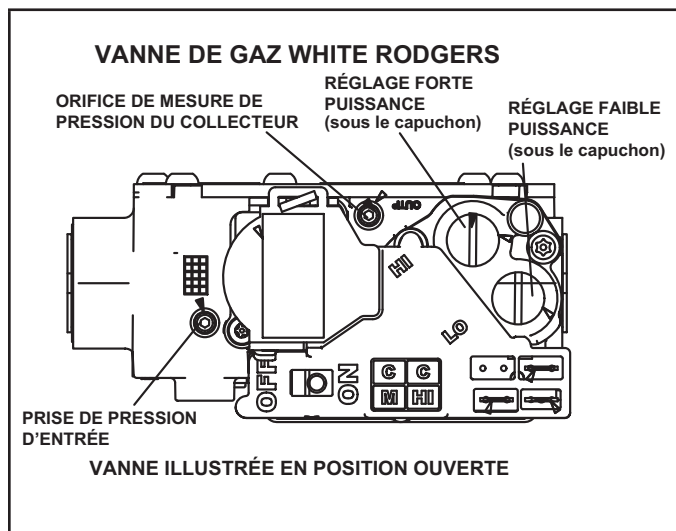

FIGURE 57
Fonctionnement de la vanne de gaz (FIGURE 57)
- 6 - Mettez l'interrupteur de la vanne de gaz sur **OFF/FERMÉE**. Reportez-vous à la FIGURE 57.
- 8 - Mettez le contacteur de la vanne de gaz sur **ON/OUVERTE**. Reportez-vous à la FIGURE 57.
Une connexion située sur la vanne de gaz permet d'accéder à la pression d'alimentation. Reportez-vous à la FIGURE 57. Dévissez la vis à tête hexagonale de 3/32 d'un tour, branchez un tube de 5/16 po et branchez un manomètre pour mesurer la pression d'alimentation. Reportez-vous au TABLEAU 27 pour la pression de la conduite d'alimentation.
Une connexion située sur la vanne de gaz permet d'accéder à la pression du collecteur. Reportez-vous à la FIGURE 57. Dévissez la vis à tête hexagonale de 3/32 d'un tour, branchez un tube de 5/16 po et branchez un manomètre pour mesurer la pression du collecteur.
- 5 - Au besoin, faites les ajustements nécessaires. La FIGURE 57 indique l'emplacement des vis de réglage des puissances mini et maxi.